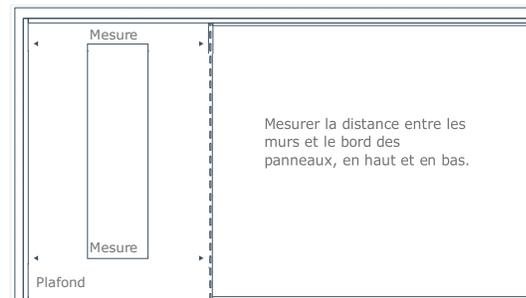

Fig. 10
6. Vérifiez périodiquement l'installation pour vous assurer que les panneaux continuent d'être installés en rangs droits. Pour ce faire, mesurez la distance entre le mur et le bord des panneaux aux deux extrémités du panneau (Fig. 10). Si les deux mesures sont identiques, les panneaux sont correctement alignés. Si les mesures sont inégales, vous devrez corriger le positionnement du panneau.